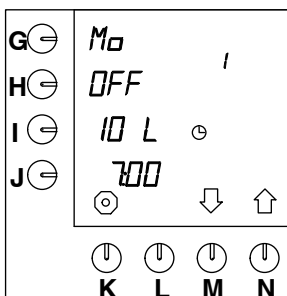

Fig. 12 Forprogrammeret standardindstilling
- Dernæst vises den **første** forprogrammerede standardindstilling for **den næste dag** i displayet (fig. 12).
- Dernæst vises den **første** tidsindstilling for den **næste** dag i displayet (fig. 12).